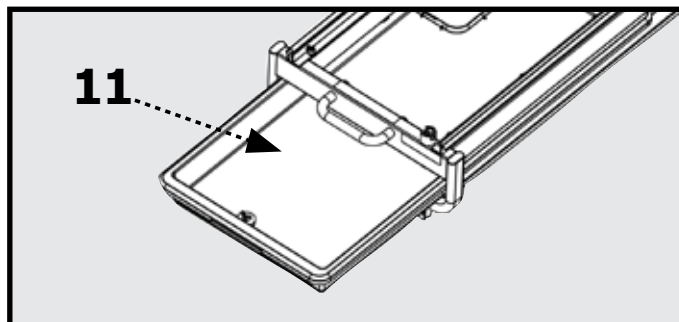

Figure 5
Insérez le bac à eau (11) en le faisant glisser dans le cadre principal (1), comme illustré à la figure 5.